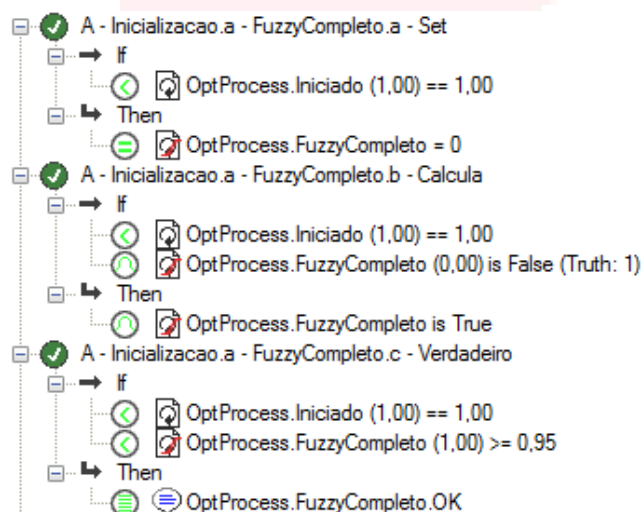

Figura 33 - Estratégia -Fuzzy Completo.
**Fuzzy Completo:** Como ilustrado na figura 33 entre as regras primárias de inicialização temos o Fuzzy Completo. O objetivo dessa estratégia é de ativar o cálculo do fuzzy previamente a qualquer operação realizada.